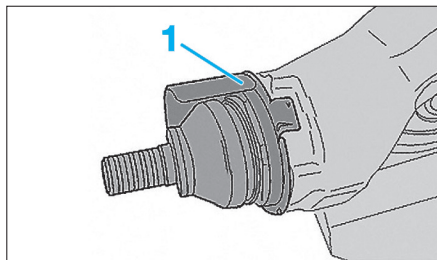

Fig. 24
- la tôle de protection (1) (Fig.24),